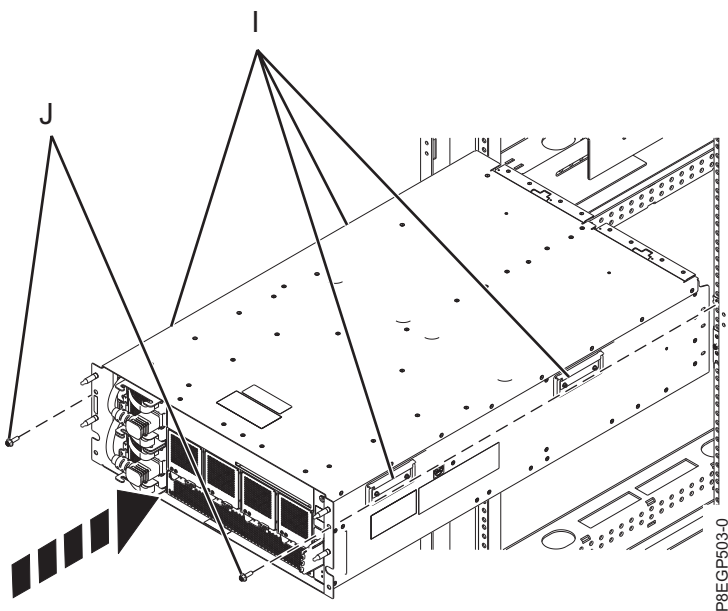

Figure 8. Installation du tiroir dans une armoire
4. Trois personnes sont nécessaires pour cette opération. Deux d'entre elles sont chargées de tenir les quatre poignées (I), comme illustré dans la figure 8, et la troisième personne se place devant le tiroir afin de le diriger. Le tiroir est soulevé et placé devant les glissières.
6. Installez les deux vis de fixation M5 (J) sur le tiroir et dans les écrous clips situés sur les glissières de gauche et de droite. Voir figure 8.